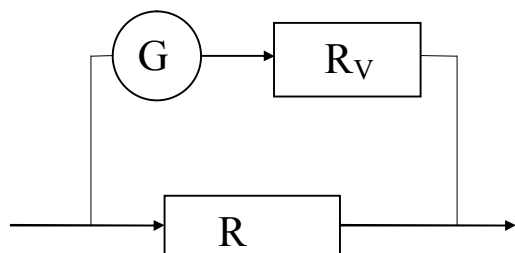

Рис.8
*Вольтметр* служит для измерения напряжения. Он представляет собой гальванометр, последовательно с которым включено большое сопротивление  $R_V$ . При подключении вольтметра к каким-либо точкам цепи (рис. 8) в вольтметр